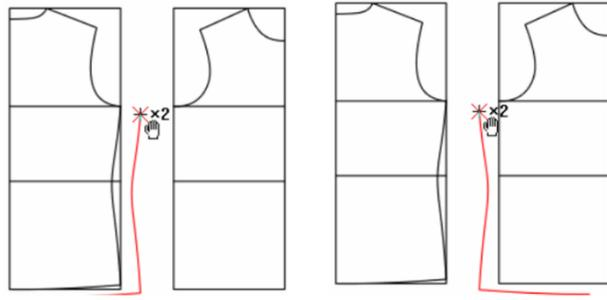

图 2-2-26 复制移动
(3) (移动)：用于复制或移动一组点、线、扣眼、扣位等。框选或点选需要复制或移动的点线，击右键；单击任意一个参考点，拖动到目标位置后单击即可；单击任意参考点后，击右键，选中的线在水平方向或垂直方向上镜像，如图 2-2-26 所示。“ (复制移动)”与“ (移动)”可用“Shift”键切换。